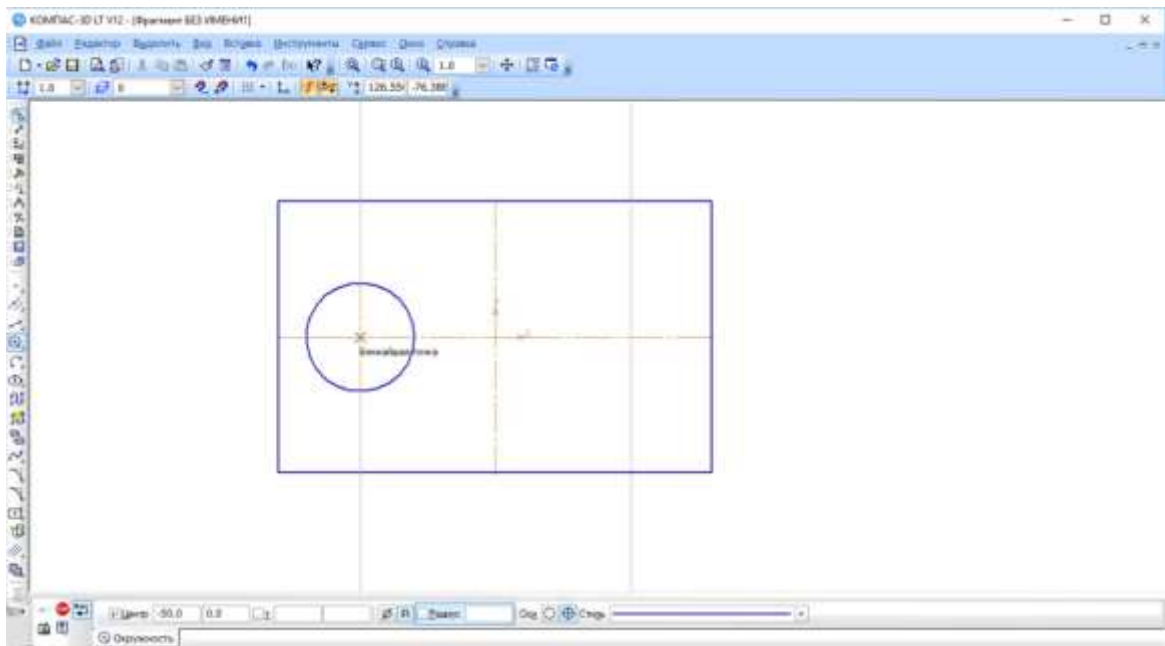

Рис. 4.7
- Два раза щелкнув ЛКМ в поле **Радиус** на **Панели свойств**, введите значение **20** (на чертеже дано значение диаметра ( $\varnothing = 40$ )) и нажмите **Enter** (рис. 4.7).